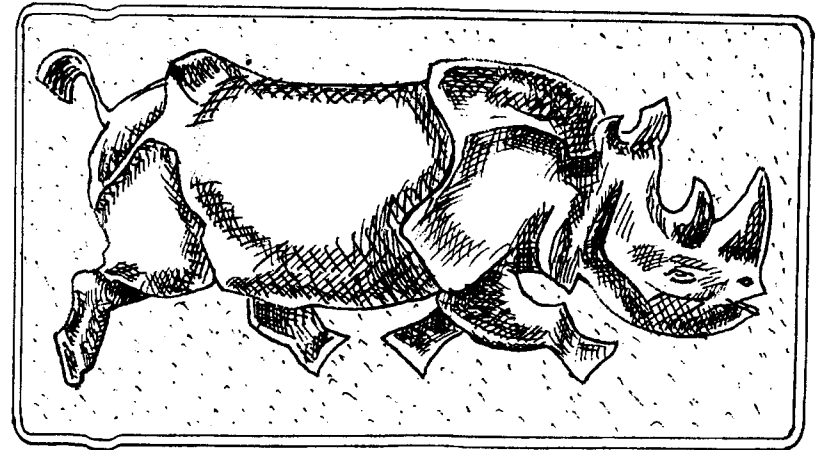

Рис. 82. Декоративная пластина "Носорог"
*Ручное тиснение по фольге* — это получение рельефного изображения на фольге (рис. 82) путем продавливания отдельных участков ее поверхности с помощью простых инструментов — *давилок*.
Работу заканчивают отделкой фона, часто покрывая его множеством углублений в виде точек (см. рис. 82).